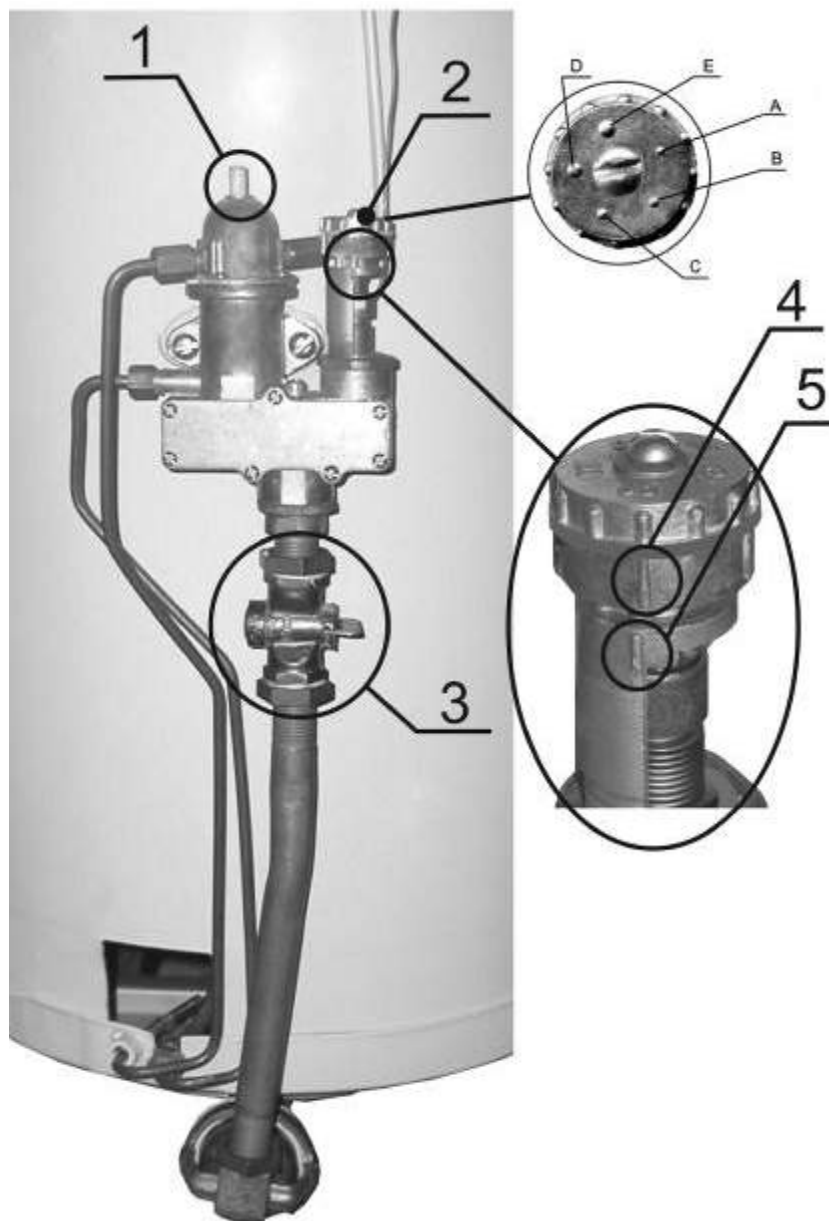

Рисунок 5.
4.6. Блок автоматики (рисунок 5) служит для подачи газа к запальнику и горелке, регулирования температуры воды и автоматического отключения подачи газа при:
7.3.1. Открыть дверцу аппарата и убедившись, что кран 3 (рисунок 5) перед горелкой закрыт, открыть кран на газопроводе перед аппаратом.
7.3.3. Нажать пусковую кнопку 1 (рисунок 5) до упора и, удерживая ее, поднесите зажженную спичку к запальнику. Запальник должен загореться (при розжиге запальник может не загораться, пока давлением газа не будет вытеснен воздух из магистрали запальника).
7.3.5. Открыть кран горелки 3 (рисунок 5), для чего плавно повернуть ручку крана на 90°С против часовой стрелки (ручка крана должна располагаться параллельно газовой трубе). Основная горелка должна загореться. Если горелка по какой-либо причине не загорелась, а запальник погас, закрыть кран горелки и повторить операции п.7.3.3, 7.3.4, 7.3.5 – не менее чем через 5 минут.
7.3.8. Поворотом ручки регулировки температуры 2 (рисунок 5) установить требуемую температуру нагрева теплоносителя в аппарате. Нагрев контролируйте по термометру (рисунок 1). Регулирование температуры теплоносителя в аппарате осуществляется поворотом ручки управления в положение А-Е. Положение Е ориентировочно соответствует – температуре 90° Метка 4 (рисунок 5) соответствующая задаваемому положению температуры на ручке регулировки температуры должна совпадать с меткой 5 (рисунок 5) на корпусе блока автоматики.
7.4.1. Закрывать газовый кран 3 (рисунок 5) горелки.